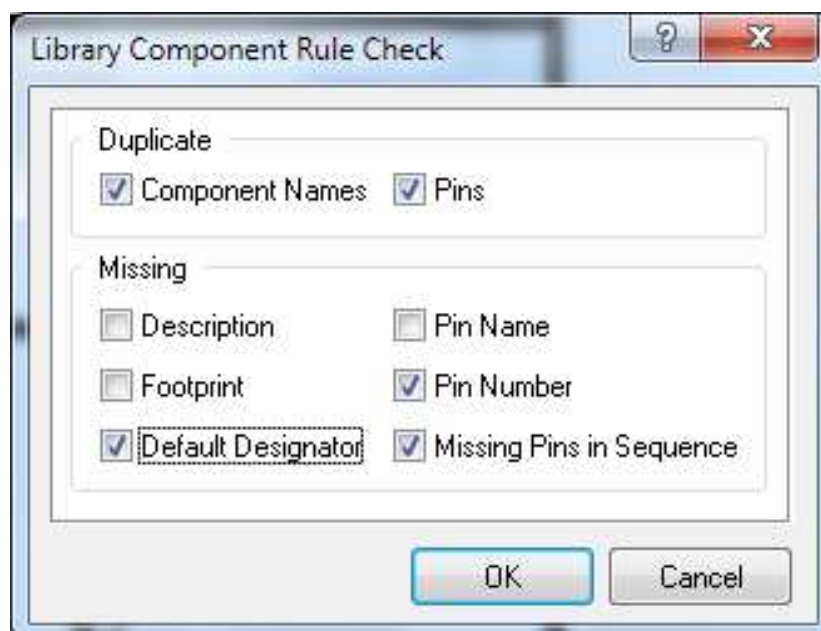

Рис. 83. Параметры команды Component Rule Check
9. Проверить на ошибки Reports>>Component Rule Check с параметрами, указанными на Рис. 83. Если найдены ошибки, то их нужно исправить, и еще раз проверить.